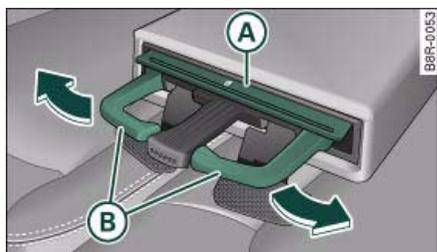

Fig. 72 Detalle del asiento trasero: Portabebidas trasero*
- Si desea abrir el portabebidas, pulse brevemente el símbolo  ⇒ fig. 72.